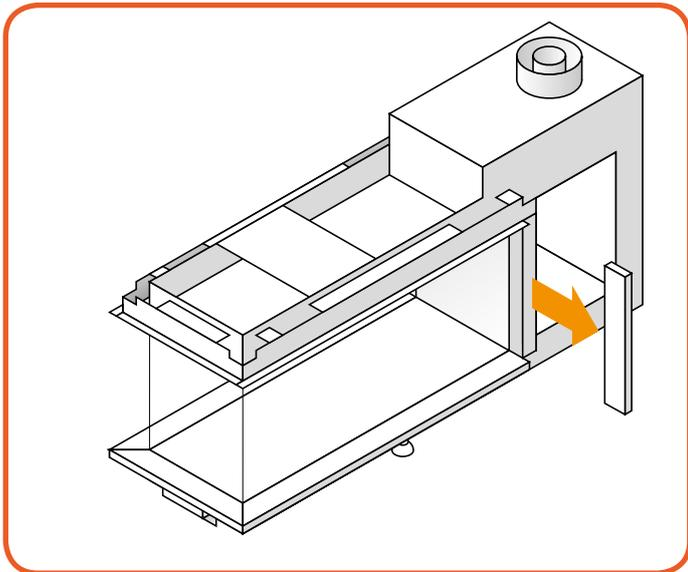

Abbildung 10-2: Abnehmen der Seitenverkleidungen Lucius*
- Entfernen Sie beide Seitenverkleidungen. Sie werden durch magnetische Clips gehalten (Abbildung 10-2).